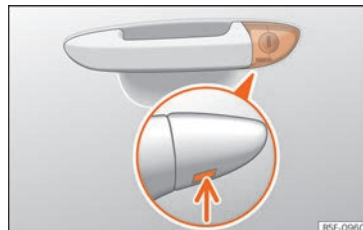

Fig. 5 Poignée de la porte du conducteur : bariillet de serrure caché.
- Introduisez le panneton dans l'ouverture du cache de la poignée de la porte du conducteur depuis le bas »» **fig. 5** (flèche) et retirez le cache vers le haut.